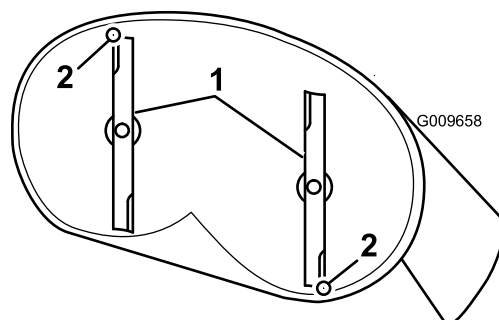
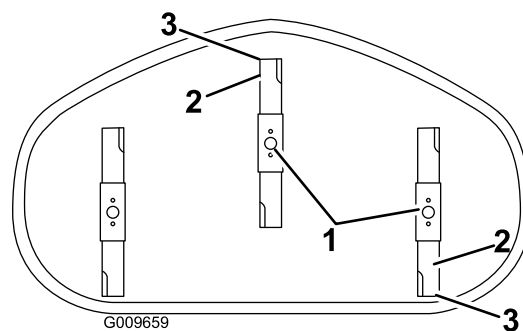

Figure 53
Figure 54
4. Faites pivoter les lames avec précaution pour faire passer les pointes avant à l'arrière (Figure 53 et Figure 54).
5. Mesurez la distance entre la pointe de la lame avant et la pointe de la lame arrière par rapport à la surface plane (Figure 53).
7. Une fois le réglage effectué, vérifiez à nouveau l'inclinaison avant/arrière des lames; continuez d'ajuster l'écrou jusqu'à ce que la pointe avant de la lame soit de 1,6 à 8 mm (1/16 à 5/16 po) plus bas de la pointe arrière (Figure 53).